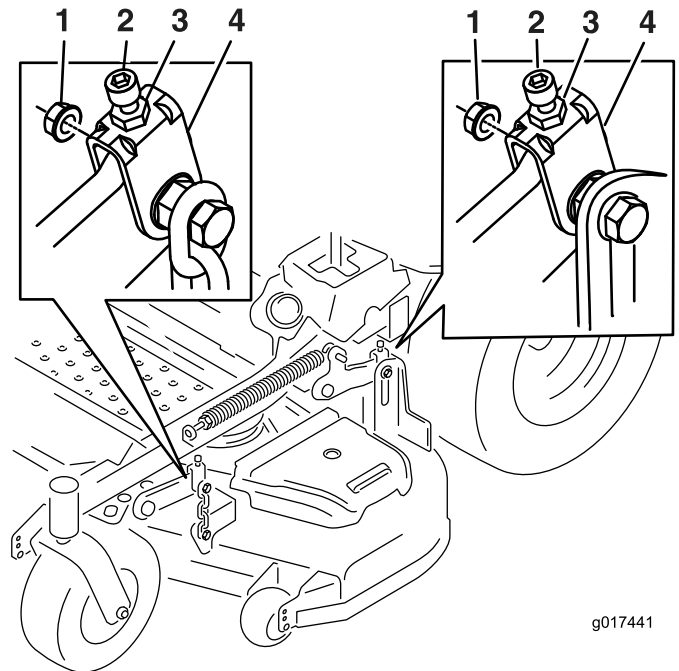

Bild 71
Einstellschraube, um eine Höhe von 7,6 mm (3") zu erhalten (siehe Bild 71).
16. Drehen Sie den Einstellschraube, um eine Höhe von 8,3 mm (3") zu erhalten (Bild 71).